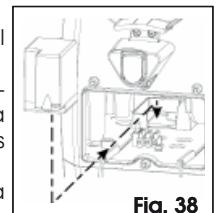

Fig. 38
2. Coloque el kit baterías a la izquierda del transformador, véase Fig. 38.